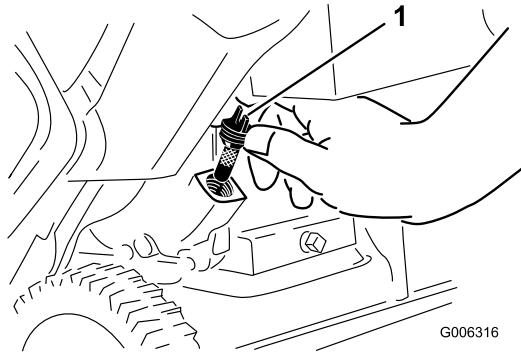

Bild 22
7. Schrauben Sie den Peilstab heraus und entfernen Sie ihn (Bild 22).